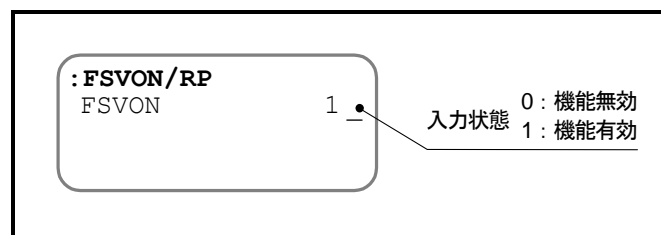

図 A-4：機能モニタの表示例
- たとえば、「図 A-4：機能モニタの表示例」の例では **SVON** 入力：サーボオン 機能の入力状態をモニタしています。仮に **SVON** 入力 が B 接点であったとしても、サーボオン入力 が有効であるということを示しています。